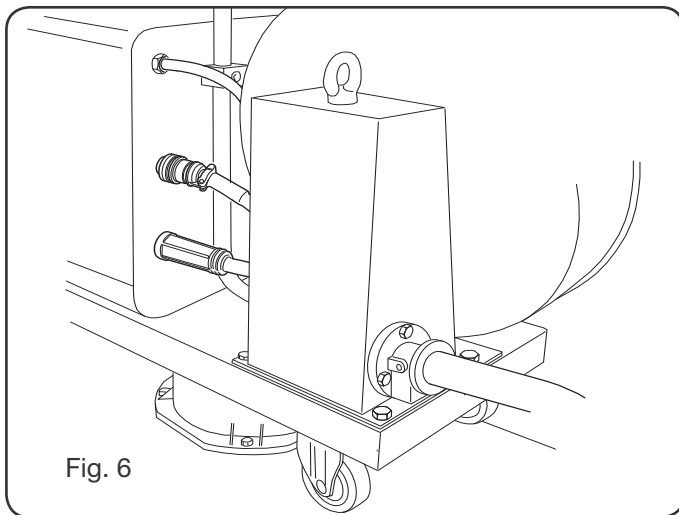

Fig. 6
- Ligar a outra extremidade da conexão **BA** ao carro de tração do arame, como ilustrado na Fig. 6.